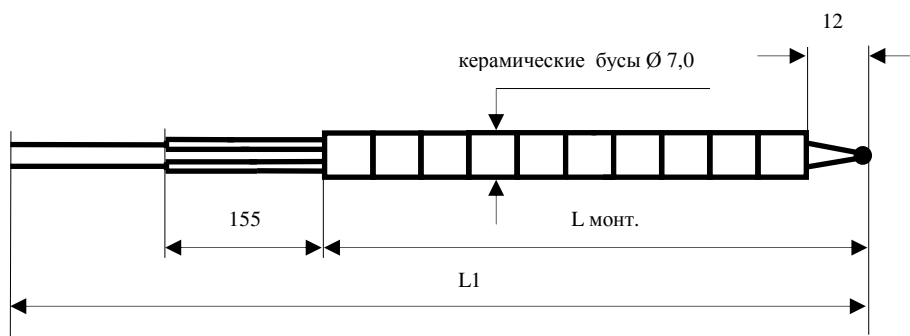

Рисунок 1. Преобразователи термоэлектрические ТХА 001-01, ТХК 001-01 модель 1
- Внешний вид и основные размеры термопар представлены на рис. 1 и в табл. 1